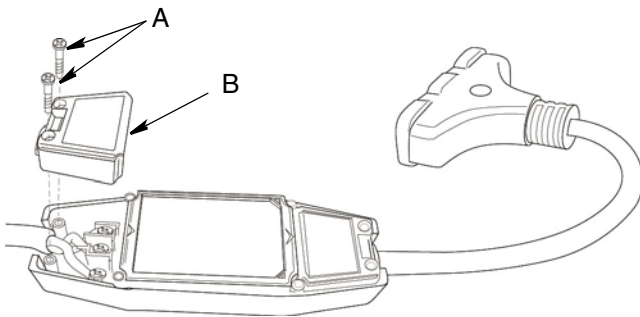

ABB. 12
Die Buchstaben in den folgenden Anweisungen beziehen sich auf ABB. 12.
2. Zwei Kreuzschlitzschrauben Nr. 2 (A) an der GFCI-Abdeckung (B) lösen. Abdeckung entfernen (ABB. 12).
3. GFCI-Abdeckung (B) mit den zwei Kreuzschlitzschrauben Nr. 2 (A) einbauen (ABB. 12).